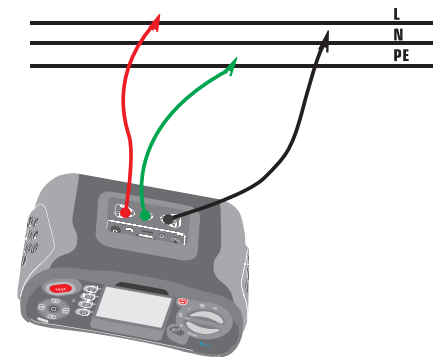

Figura 8 Conexión del cable de prueba de Hi Amp LOOP
- 3-Conecte los cables de prueba como se muestra en la Figura 8